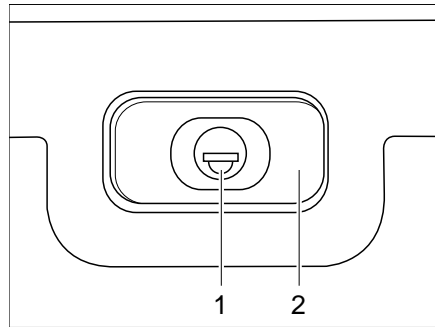

Bild 31 Klappenschloss, rechteckig, verschlossen
- Schlüssel in Schließzylinder (Bild 31,1) stecken und eine viertel Umdrehung drehen. Schlossgriff (Bild 31,2) schnappt heraus.